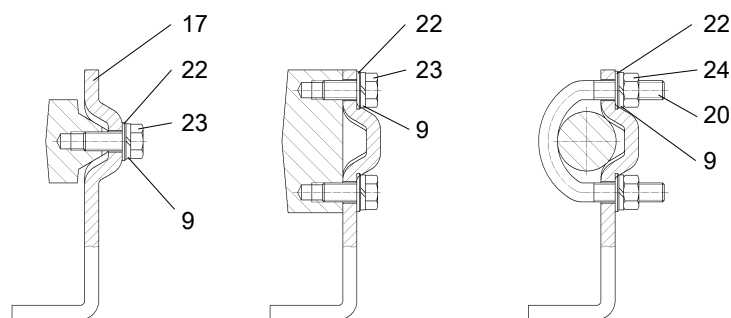

Abb. 13: Befestigung an verschiedenen Laternenarten
1. Abb. 13: VDI/VDE 3845-Anbaukonsole (31), antriebspezifisch, Lieferumfang Antriebshersteller, an der Rückseite des Stellungsreglers aufsetzen und mit Sechskantschrauben (28) und Sicherungsscheiben (29) festschrauben.
2. Vierkantmutter (32) in das Kupplungsrad (25) einsetzen, Innensechskantschraube (33) in die Vierkantmutter (32) einschrauben.